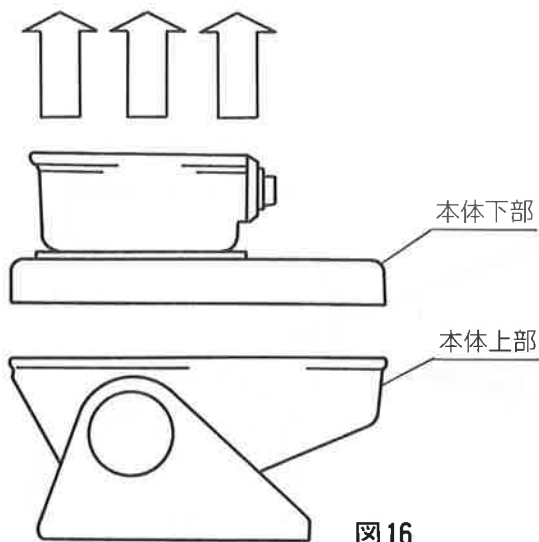

図16
- ・ この状態で取付座部を持って静かに持ち上げますと、本体は上部と下部の二つに分離することができます。(図16参照)